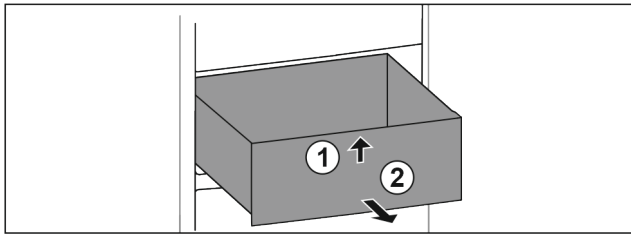

Fig. 75
- ▶ Sollevare il cassetto dal davanti. Fig. 75 (1)
- ▶ Rimuovere il cassetto tirandolo in avanti. Fig. 75 (2)